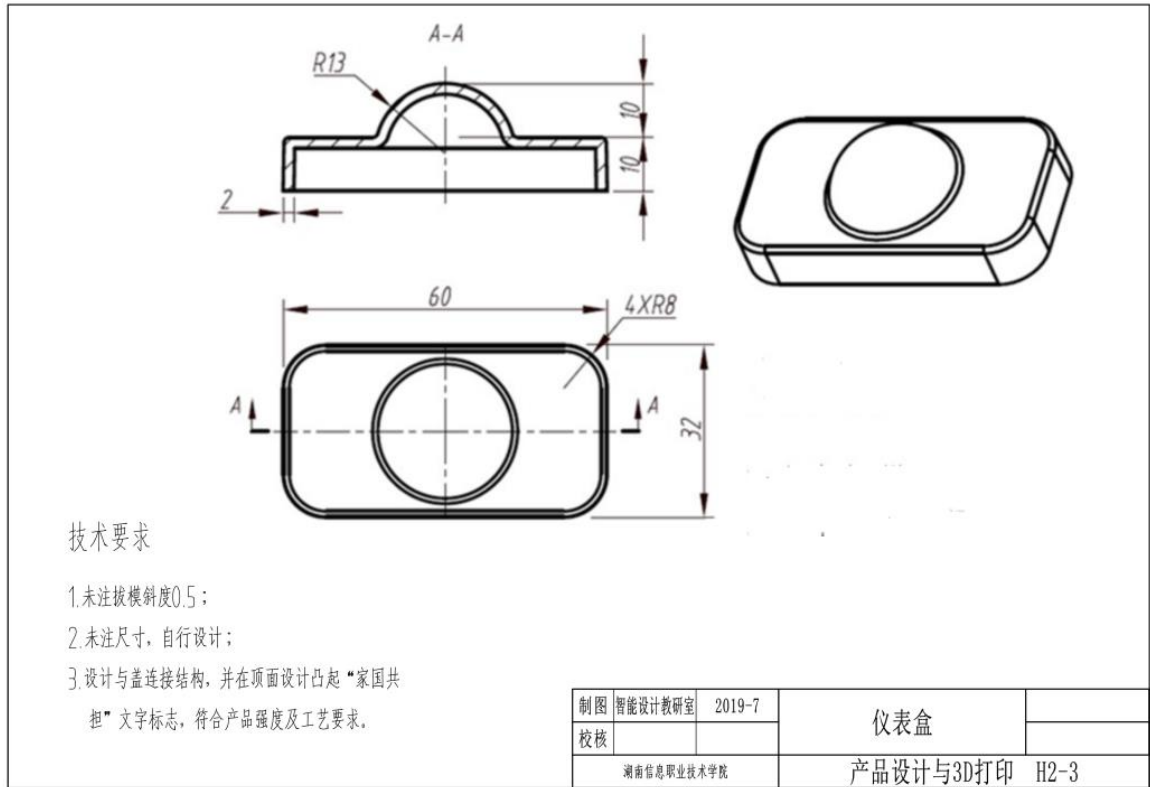

图 2-2-3 仪表盒
**任务 1：**按照图 2-2-3 的要求，对仪表盒零件进行产品造型、结构设计与 3D 打印，打印材料为 ABS 或 PLA。
- 2) 根据图 2-2-3 对仪表盒进行造型。设计与盒盖连接结构，并在顶面设计凸起“家国共担”文字标志，符合产品强度及 3D 打印工艺等要求。